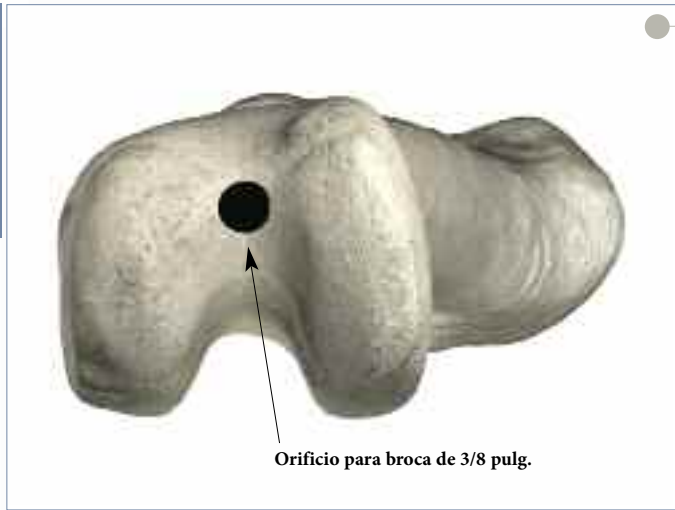

Figura 4
- ▶ El orificio de la broca está situado aproximadamente a 1 cm por delante de la inserción femoral del ligamento cruzado posterior y en posición ligeramente medial respecto a la línea media de la porción distal del fémur (**Figura 4**).